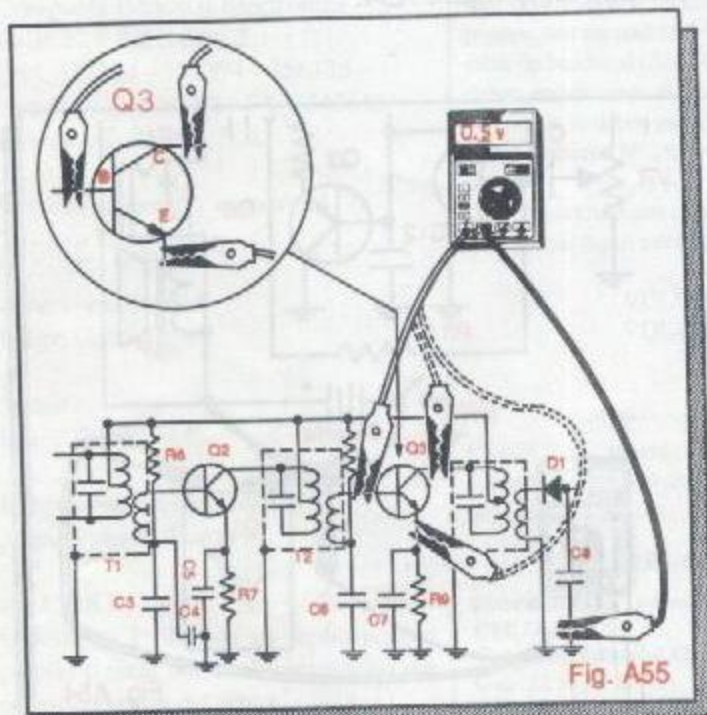

Fig. A55
**Paso 3.** Vaya tocando con el terminal positivo del multímetro uno a uno los terminales del transistor, el colector (E7), la base (E4) y el emisor (E8). Anote cada medida de voltaje en la tabla 1. Figura A55.